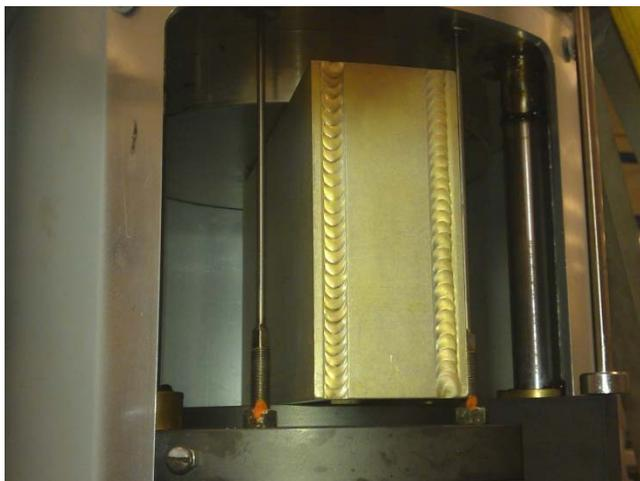

Рис. 5-1. Защитный блокиратор
3. Аккуратно установите защитный блокиратор через сервисное отверстие, как показано на рис. 5-1, с охватом центрального LVDT-датчика, если он установлен, и штока. Защитный блокиратор поставляется вместе с запорно-регулирующим клапаном. Он представляет собой сварной алюминиевый короб размерами около 15 см в высоту, 8 см в ширину и 20 см в длину. Защитный блокиратор следует разместить открытой частью в направлении к штоку, стороной 15 см параллельно валу штока. Шток и центральный LVDT-датчик (если он установлен) должны быть полностью охвачены и располагаться посередине между сторонами 15 см, как показано. Назначением блокиратора является предотвращение несанкционированного перемещения привода во время обслуживания.
3. Аккуратно извлеките защитный блокиратор через сервисное отверстие, как показано на рис. 5-1.